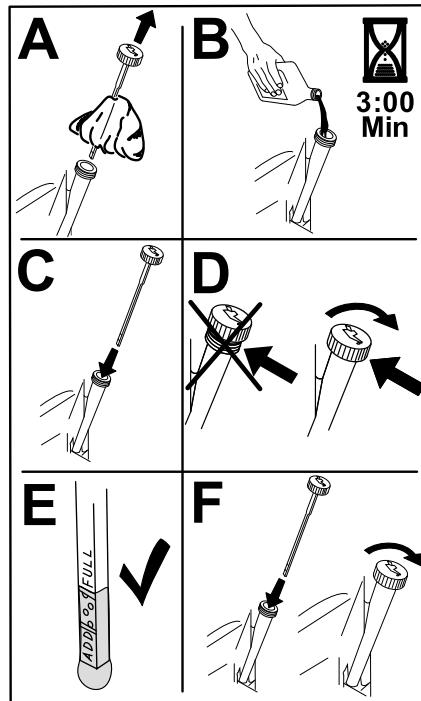

Figura 46
6. Versate lentamente circa l'80% dell'olio indicato nel tubo di rifornimento e sempre con cautela rabboccate l'olio necessario per portarlo alla tacca di Pieno (Figura 46).